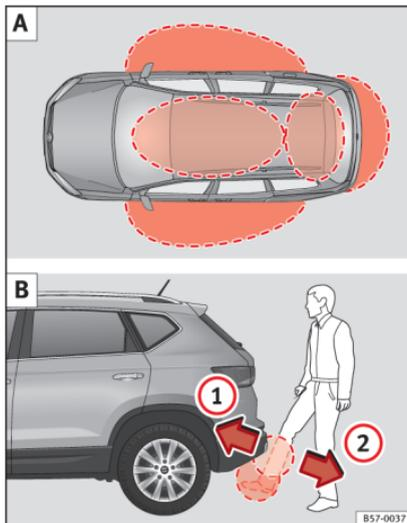

Abb. 122 Schließ- und Startsystem Keyless Access: **A** Funktionsbereich. **B** Sensorgesteuertes Öffnen der Gepäckraumklappe (Easy Open).
Keyless Access ist ein schlüsselloses Start- und Schließsystem, mit dem das Fahrzeug ohne aktive Fahrzeugschlüsselbenutzung ent- bzw. verriegelt werden kann. Dazu müssen sich lediglich ein gültiger Fahrzeugschlüssel im Erkennungsbereich für den Zugang zum Fahrzeug befinden » **Abb. 122 A** und eine der Sensoren an den Türgriffen » **Abb. 123** berührt oder der *Softtouch*/Haltegriff der Gepäckraumklappe betätigt werden » **Seite 131** » **!**
Befindet sich ein gültiger Schlüssel in einem der Funktionsbereiche » **Abb. 122** , erteilt das Schließ- und Startsystem Keyless Access diesem Schlüssel Zugangsberechtigung, sobald die Sensoren an den Türgriffen oder der *Softtouch*/Haltegriff an der Gepäckraumklappe betätigt wird. Anschließend sind folgende Funktionen ohne aktive Fahrzeugschlüsselbenutzung möglich:
Wenn sich ein gültiger Fahrzeugschlüssel in der Nähe » Abb. 122  der Gepäckraumklappe befindet, entriegelt die Gepäckraumklappe beim Öffnen des verriegelten Fahrzeugs automatisch.
Befindet sich ein gültiger Schlüssel in der Nähe » Abb. 122  der Gepäckraumklappe, kann diese durch Bewegung eines Fußes im Bereich der unter dem Stoßfänger gelegenen Sensoren » Abb. 122  entriegelt und geöffnet werden.
- Mit einer schnellen Bewegung nähern Sie einen Fuß und unteren Beinteil so weit wie möglich dem Stoßfänger. Der untere Beinteil muss sich dem oberen Sensorbereich, und der Fuß dem unteren Sensorbereich » Abb. 122   nähern.
- Entfernen Sie den Fuß und den unteren Beinteil mit einer schnellen Bewegung aus dem Sensorbereich » Abb. 122  . Die Gepäckraumklappe öffnet sich automatisch.